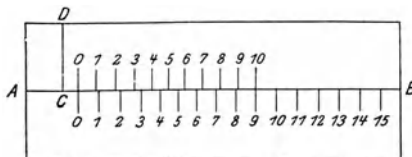

Fig. 8.
**Anleitung.** a) Ziehe längs der Mitte des Kartons eine Gerade  $AB$  (Fig. 8). Stelle den Maßstab so auf die hohe Kante, daß der untere geteilte Rand mit  $AB$  zusammenfällt, und mache, ohne dabei den Maßstab im geringsten zu verschieben, von einer Stelle an, die  $\sim 2$  cm rechts von  $A$  liegt, bei jedem ganzen Zentimeter mit einem spitzen harten Blei einen feinen Punkt auf  $AB$ , bis